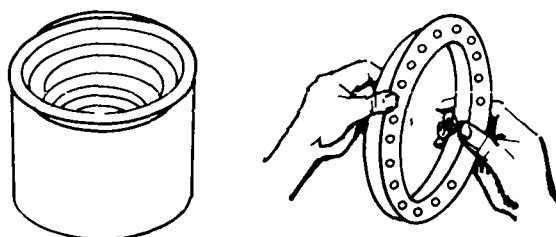

FIG. 2
2.º Passo — Limpe a luva e os anéis de borracha, com estopa seca (fig. 2).